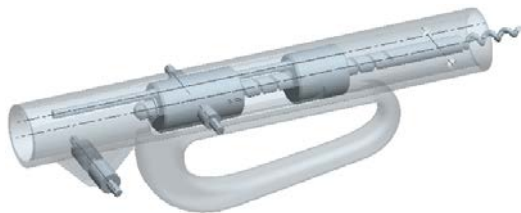

图 9.5.40 拖移连接元件
(5) 单击操控板中的 按钮。
Step16. 拖移连接元件。用拖动功能, 将活塞和止动杆子装配拖进去, 拖到图 9.5.40 所示的位置。操作步骤如下:
(1) 单击 **模型** 功能选项卡 **元件** ▾ 区域中的“拖动元件”按钮 。
(2) 在“拖动”对话框中, 单击“点拖动”按钮 。
(3) 在目标上选择一点, 然后在该位置处单击, 出现一个标记 , 移动鼠标光标, 选取的点将跟随光标移动, 当移到图 9.5.40 所示的位置时, 单击, 终止拖移操作。然后关闭“拖动”对话框。